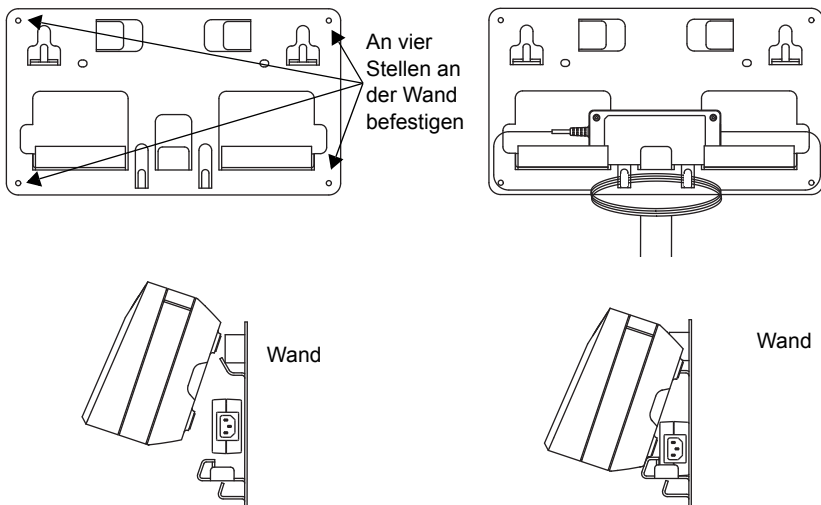

Abbildung 26: Montage des Mehrfachladegeräts an die Wandhalterung
4. Hängen Sie das Mehrfachladegerät wie in Abbildung 26 dargestellt in die Wandhalterung.